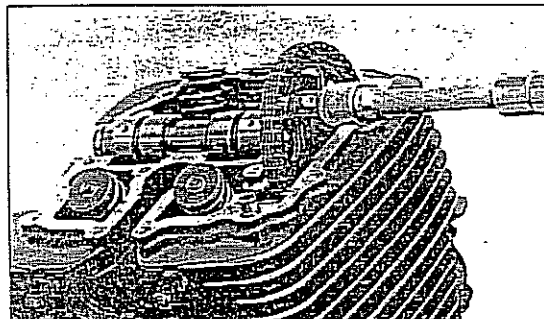
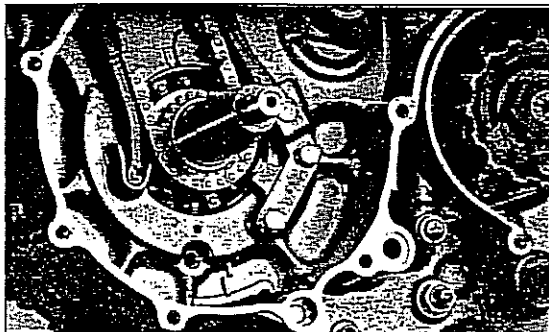

Bild 106
Bild 107
- Nockenwellen-Kettenrad (2 Schrauben SW 10 lösen / Bild 106) von Nockenwelle abnehmen und Kettenpannschiene entnehmen (siehe Bild 107 / 2 Schrauben SW 10 lösen). Nockenwelle und Steuerkette entnehmen.